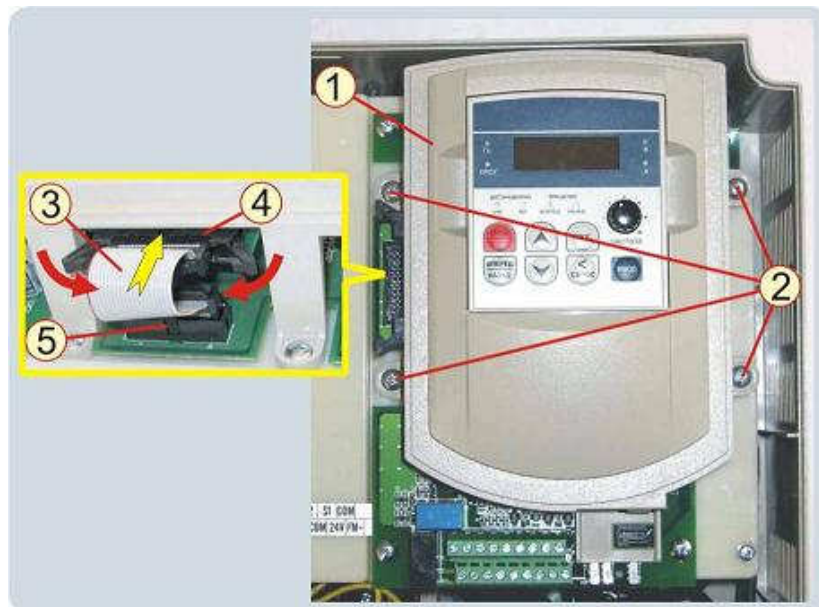

Рис.7.4
7.3.3. Взять стойку пульта 1, установить на монтажную панель, вкрутить четыре самонарезающих винта 2 (рис.7.4).
7.3.4. Взять кабель пульта 3, соединить розетки кабеля с вилками разъемов 4 и 5, при этом фиксаторы разъема 4 должны сомкнуться (рис.7.4).